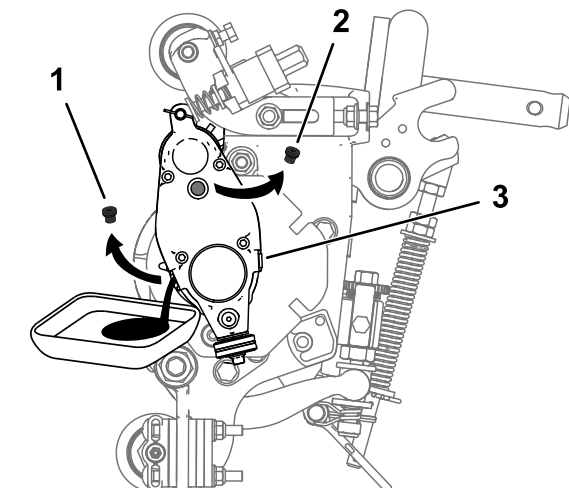

图26
5. 将滚刀组向后倾斜到支撑架上直至排油口转向底面确保完全排净图26。